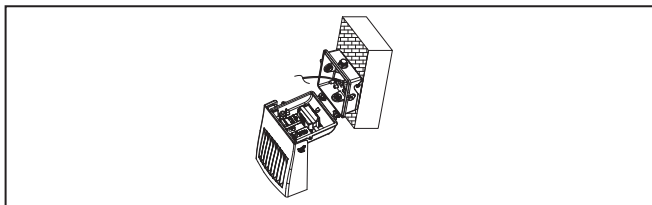

Figure 6.
8. Accrochez le luminaire sur les crochets de fixation. (Figure 6)